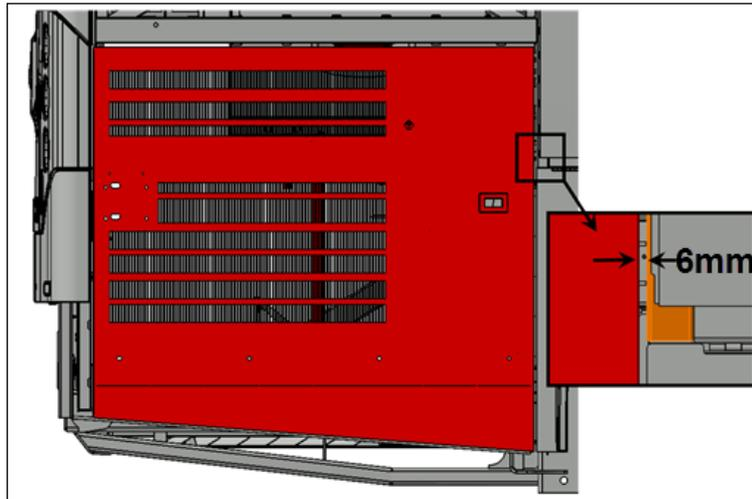

FIGURE 6
5. Vérifier le jeu entre la porte et l'aile arrière au niveau du bras supérieur de la porte. Le jeu doit être 1/4" (6 mm) (Figure 6).